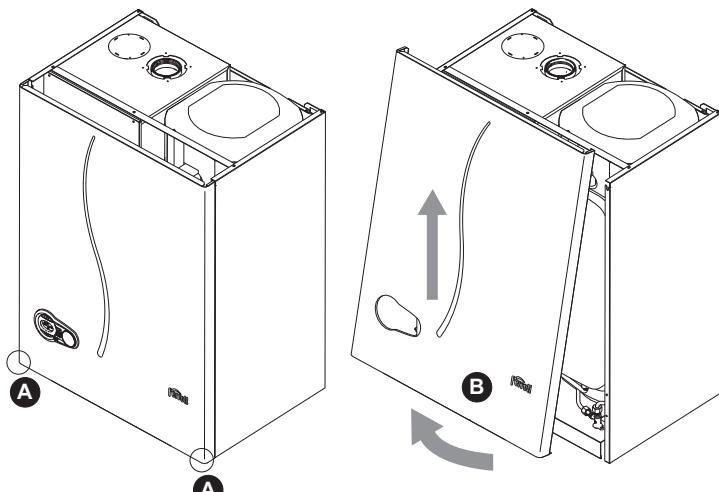

fig. 21 - Ouverture du panneau avant
1. Dévisser les vis A (voir fig. 21)